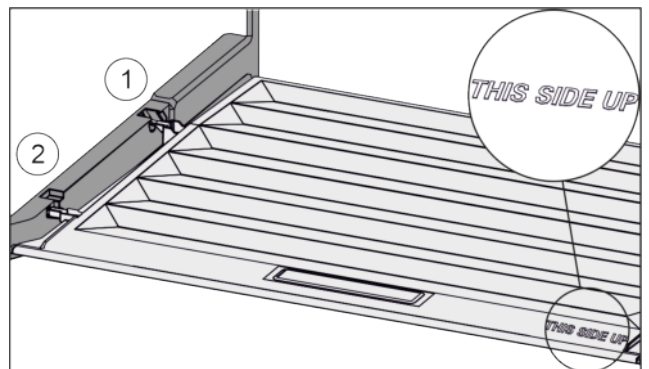

Fig. 82
- ▶ Deckelstege über Öffnung der hinteren Halterung Fig. 82 (1) einführen und vorne in Halterung Fig. 82 (2) einrasten.